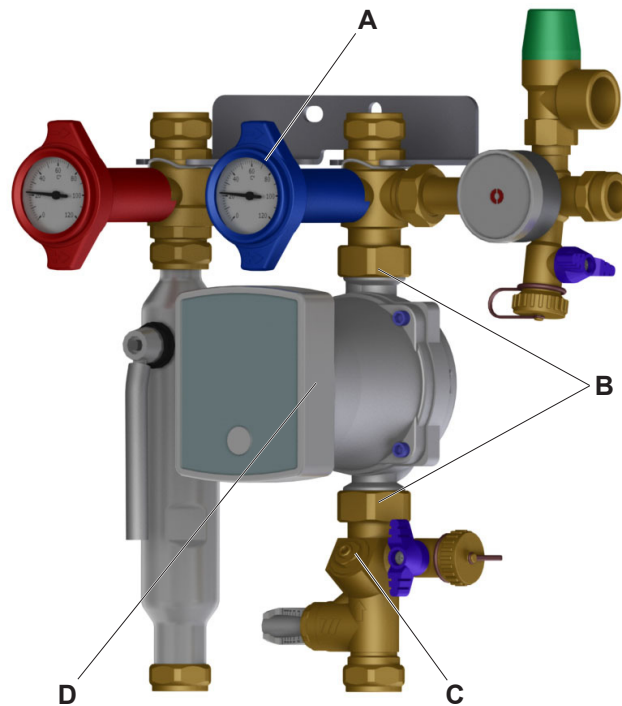

Fig. 11: Démontez la pompe de circulation du circuit solaire (illustration en réf. au mod. 8130 avec Tube dégazeur et Régulateur)
- Fermez la vanne de réglage/arrêt (pos. C, voir Fig. 11 à la page 17).
- Desserrer le câblage de la pompe solaire (pos. D, voir Fig. 11 à la page 17).
- Ouvrir lentement le robinet à boisseau sphérique (vanne multifonctions pos. A, voir Fig. 11 à la page 17) en tournant la poignée à thermomètre à 90° dans le sens contraire des aiguilles d'une montre jusqu'au point d'arrêt (voir „Positions de la poignée à thermomètre“ à la page 14).
- Ouvrir lentement la vanne de réglage/débit (pos. C, voir Fig. 11 à la page 17).
- Régler le débit avec une clef Allen de format 4 (pos. C, voir Fig. 11 à la page 17).